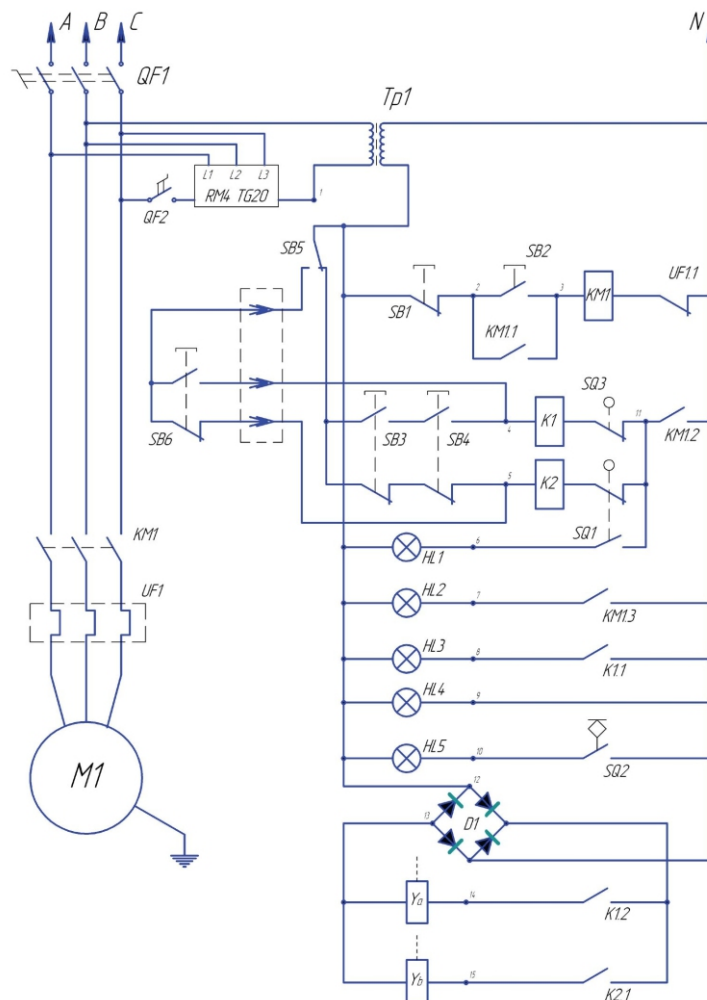

Рис.3. Электрическая схема пресса
Электрическая схема пресса представлена на рис. 3.
**8.3.** Подключить пресс к электросети при помощи кабеля сечением 4 кв.мм согласно электросхеме рис.3.